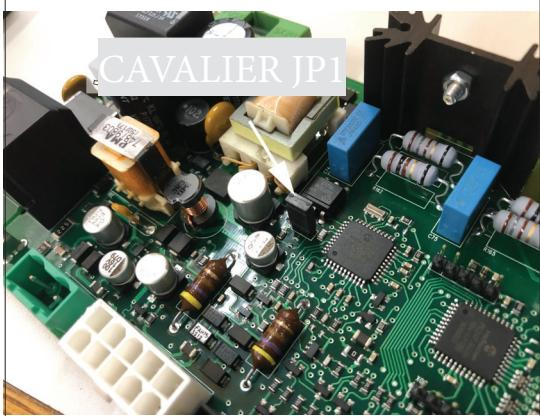

Figure 4.2, Cavalier JP1
3. Repérez le cavalier JP1. C'est un petit cavalier en plastique qui connecte deux broches de contact, tel que montré à la Figure 4.2.